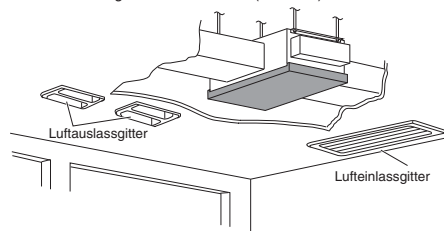

Abb. 3-7
- Alle Freiräume an Leitungsdurchführungen in der Einheit mit Isoliermaterial oder Ähnlichem verschließen, um Luftundichtigkeit zu vermeiden. (Abb. 3-7)